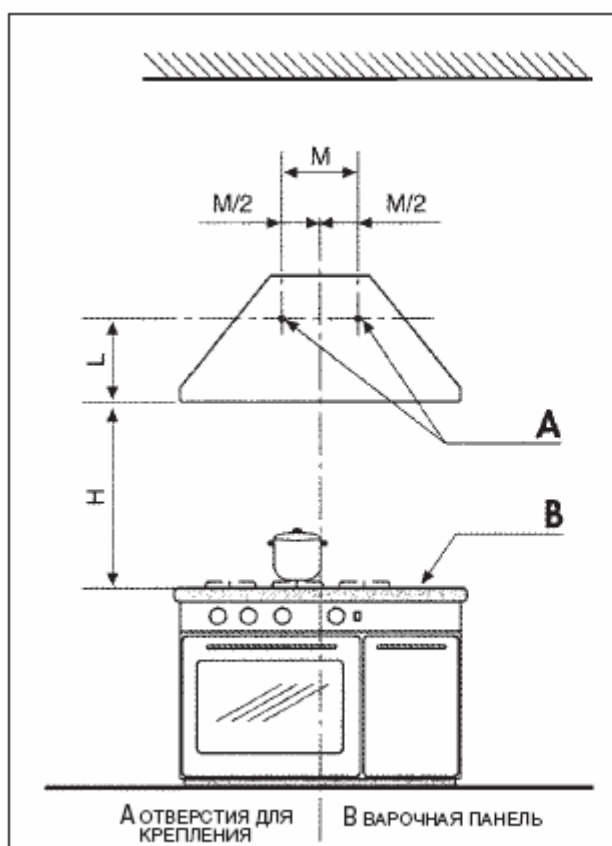

Рис. 3
1. Определите расстояние **L** от нижней части вытяжного устройства до центра отверстий для крепления, рис. 3.